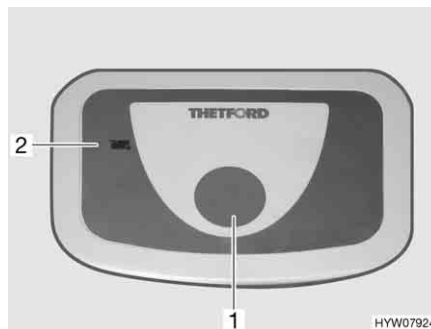

Fig. 162 Pulsante dello sciacquone/spia di controllo toilette Thetford
- Per sciacquare premere il pulsante blu (Fig. 162,1).
La spia di controllo (Fig. 162,2) si accende quando il serbatoio fecale deve essere svuotato.